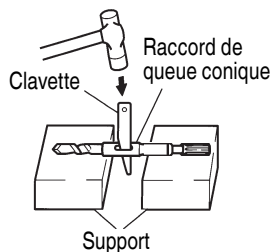

Fig. 11
- (2) Mettre l'appareil sous tension et percer un trou de base.
- (3) Après avoir retiré la poussière avec une seringue, fixer le mandrin à la pointe du sabot et l'enfoncer dans le sabot avec un marteau.
- (4) Pour retirer le foret à tige conique, insérez une clavette dans la fente de l'adaptateur de tige conique, placez des supports sous les deux côtés de l'adaptateur de tige conique et tapez sur la clavette avec un marteau. (Fig. 11)